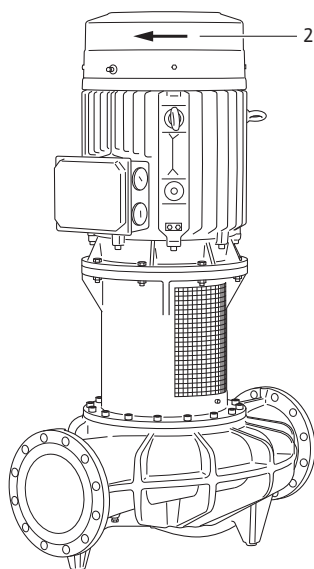

Fig. 47: Comprobación del sentido de giro
- Compruebe mediante una breve conexión si el sentido de giro de la bomba coincide con la flecha que aparece en la cubierta del ventilador (véase Fig. 47, pos. 2). En caso de que el sentido de giro sea incorrecto, proceda de la siguiente manera: